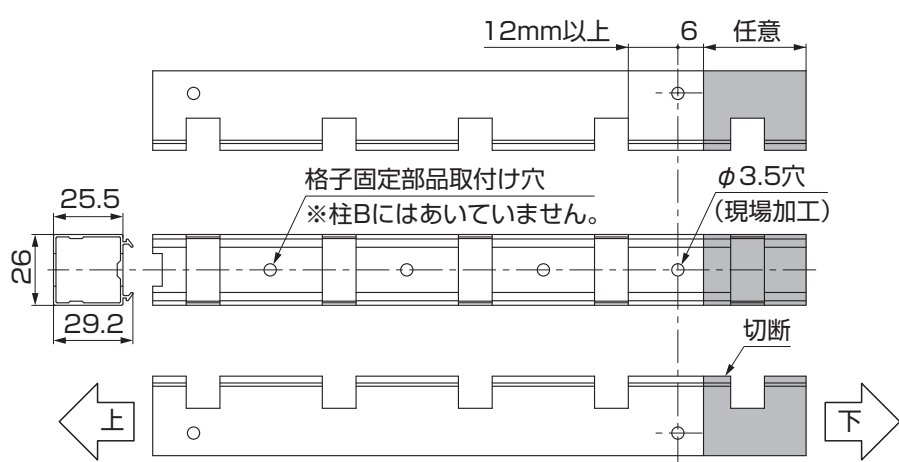

図3-3 柱A
- ②φ3.5の穴を柱に3箇所あけてください。（図3-3参照）